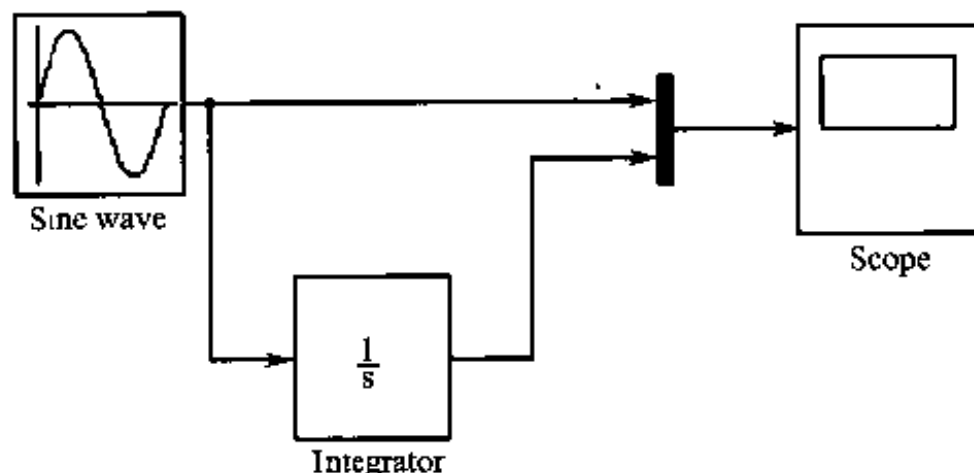

图 4-8 建好的模型
将要创建的示例模型所完成的功能是对一个正弦信号进行积分,并显示积分的结果。图 4-8 是最终的模型的样子。
(5) 将这些用户界面中的模块排列好,并按图 4-8 把它们用直线连接起来,注意模块的输入只能和模块的输出端相连接,示意图见 4-10。
在图 4-8 所示的模型里,大部分的连线都是从输入端口到输出端口,只有一根直线从一条输出线到 Mux 模块的输入端口,这种连线称为分支线。它表示一个模块的输出同时作为多个模块的输入。它的操作也很简单: